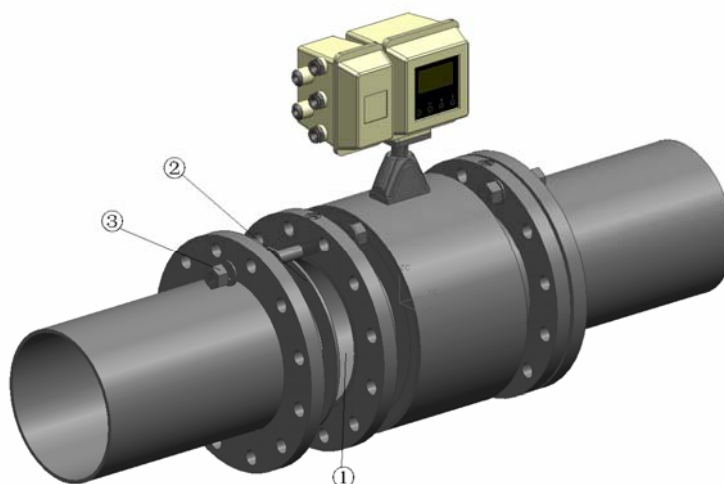

图19 管道连接
a) 安装传感器时，应保证测量管（图 19①）与工艺管道同轴。对 DN50 及以下公称通径的传感器，其轴线偏离不超过 1.5mm，DN65~DN300 公称通径不得超过 2mm，DN350 及以上公称通径则不得超过 4mm；
b) 法兰之间夹装的法兰垫圈（图 19②）应有良好的耐腐蚀性能，该垫圈不得深入管道内部；
c) 紧固仪表的螺栓、螺母（图 19③），其螺纹应完好无损，润滑良好。应依据法兰尺寸、力矩大小采用力矩扳手紧固螺栓。